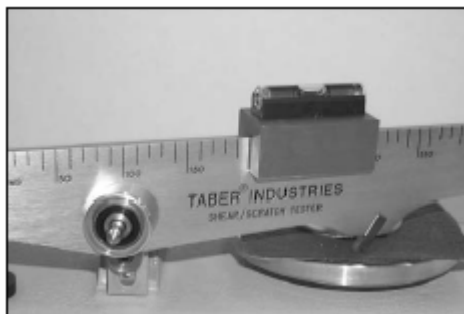

Figura 4
- Poner el *nivel de burbuja de aire* sobre el peso (Figura 4) y, con el dispositivo de montaje ajustable, ajustar la posición del brazo graduado verticalmente de modo que quede nivelado. Apretar el tornillo de apriete manual una vez efectuado el ajuste.